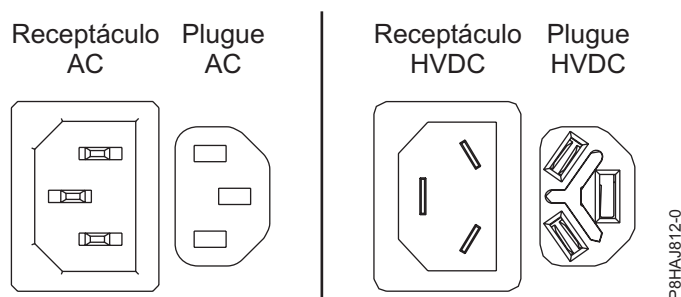
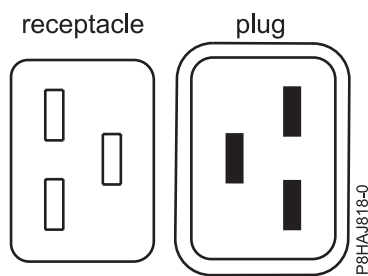
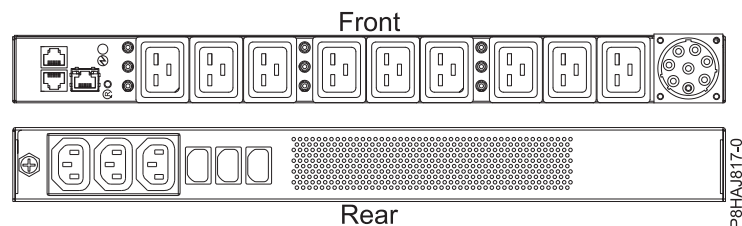

Figura 52. Conectores AC e HVDC
Figura 53. Conectores do sistema 8408-44E
Figura 54. O PDU para o sistema 8408-44E
O Figura 52 mostra os conectores de corrente alternada (AC) e de corrente direta de alta voltagem (HVDC) suportados. O Figura 53 e o Figura 54 mostra os conectores suportados e a unidade de distribuição de energia (PDU) do 8408-44E.